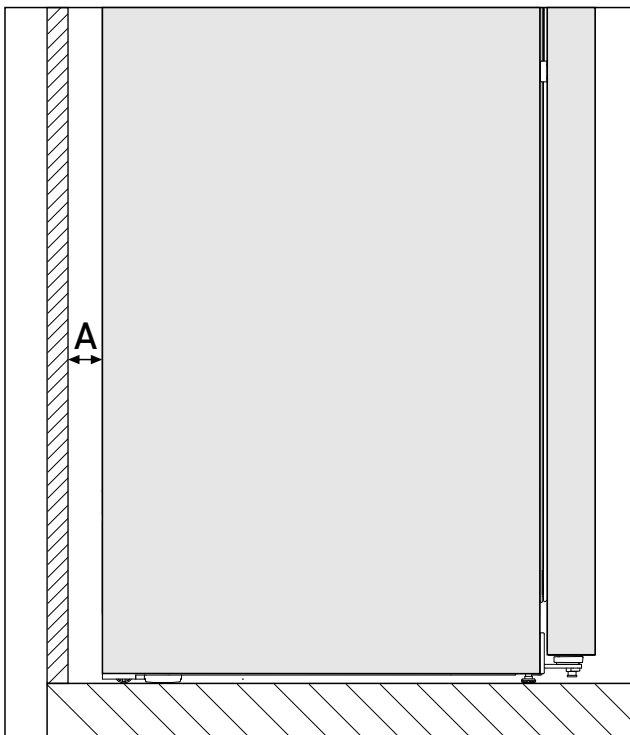

Fig. 3*
Potrošnja energije utvrđena je s udaljenosti od zida Fig. 3 (A) između stražnje strane uređaja i zida. Ako je udaljenost od zida manja od Fig. 3 (A), to ne utječe na funkcionalnost uređaja, ali se pri maloj udaljenosti od zida neznatno povećava potrošnja energije.*